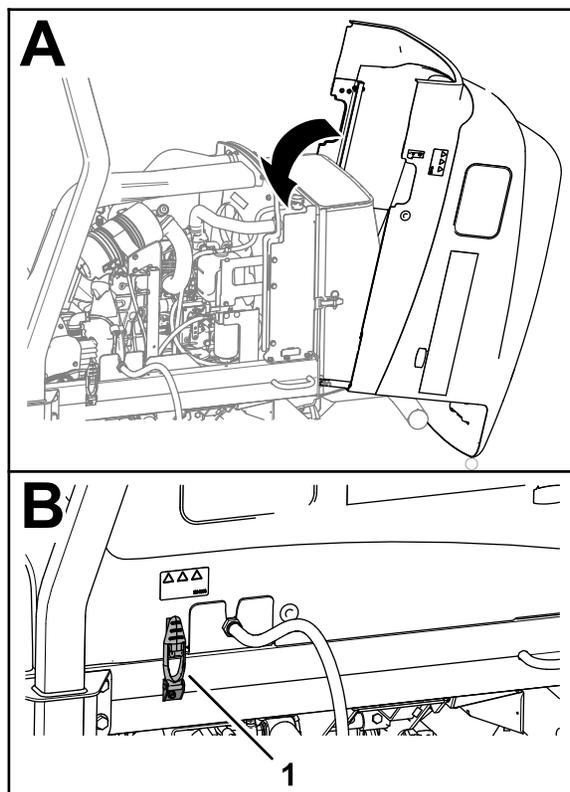

Figura 60
1. Rode cuidadosamente o capot até fechar (Figura 60).